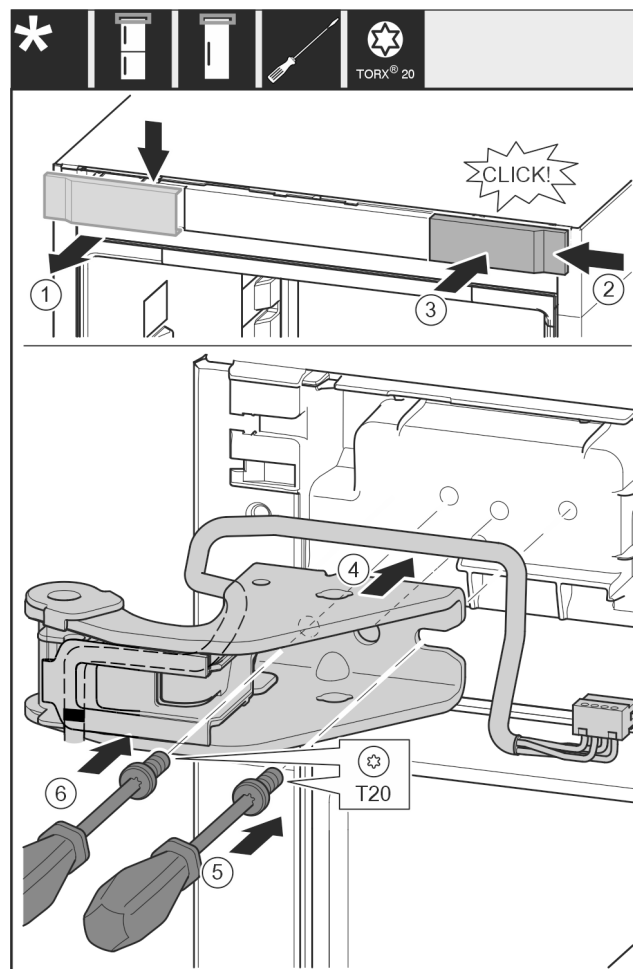

Fig. 33
- Tag afdækningen Fig. 33 (1) af oppefra og fremefter.
- Indsæt afdækningen Fig. 33 (2) på den anden side fra højre, drejet 180°.
- Lad afdækningen Fig. 33 (3) gå i indgreb.
- Påsæt det øverste hængsel Fig. 33 (4).
- Påsæt skruen Fig. 33 (5) med en skruetrækker, og skru den fast.
- Påsæt skruen Fig. 33 (6) med en skruetrækker, og skru den fast.